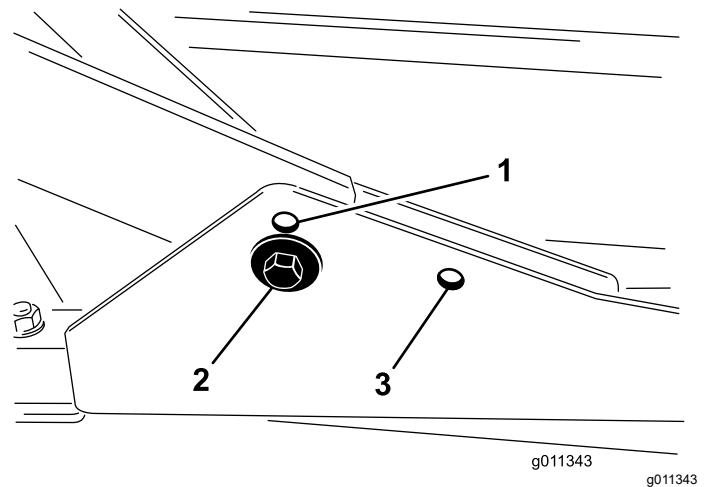

Bild 16
1. Befestigen Sie die vorderen Trägerrahmen für Schnitthöhen von 2 cm bis 7,6 cm in den unteren vorderen Befestigungslöchern (Bild 16).
2. Befestigen Sie die vorderen Trägerrahmen für Schnitthöhen von 6,3 cm bis 10 cm in den oberen vorderen Befestigungslöchern (Bild 16).
Das Heckmähwerk muss für alle Schnitthöhen in den hinteren Befestigungslöchern befestigt sein (Bild 16).